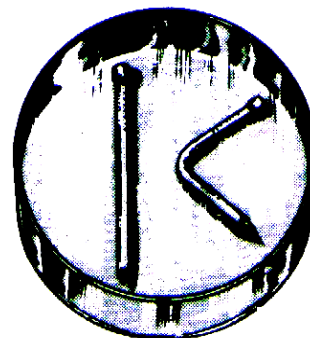

Figura 1
- Vierta este preparado en un cristalizador y disponga los clavos según la Figura 1.